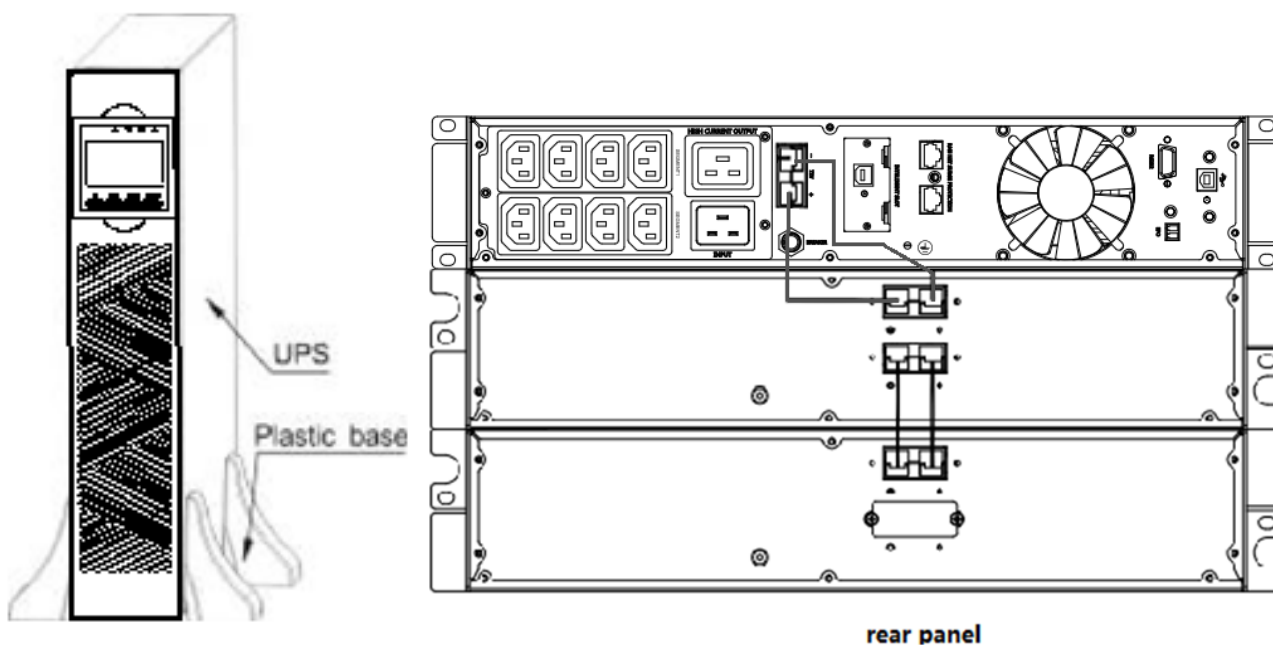

Figura 14
- L'installazione tra UPS ed EBP può essere riferita alla Figura 14